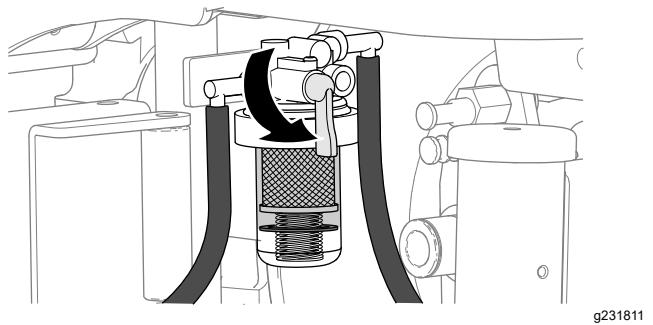

Bild 67
2. Wenn die Kraftstofffilterglocke Wasser enthält, drehen Sie den Kraftstoffhahn für den Kraftstoff/Wasserabscheider in die GESCHLOSSENE Stellung (Bild 67) und führen Sie die Schritte in Ablassen von Wasser aus der Kraftstofffilterglocke \(Seite 57\) durch.